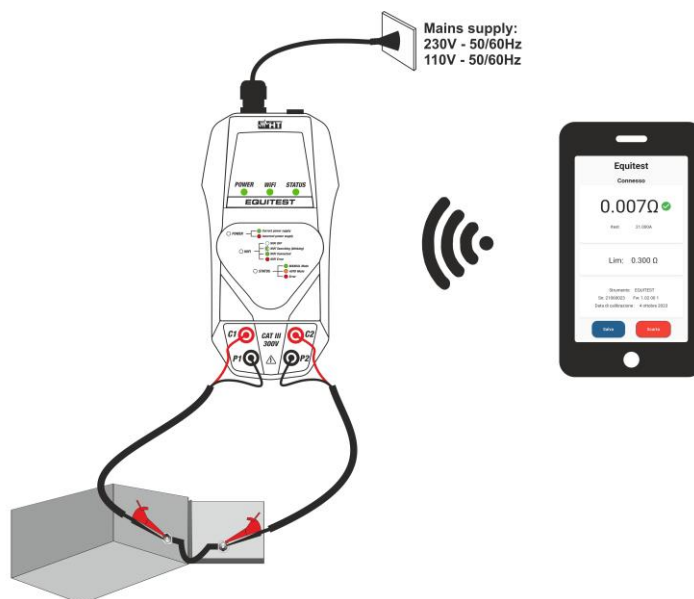

Fig. 4 Uso do instrumento com HT Equitest APP
5. Ligar os dois cabos pretos do conjunto de cabos **C7000** aos conectores de entrada **P1** e **P2** e os dois cabos vermelhos aos conectores de entrada **C1** e **C2** (ver Fig. 4)
- extremidades do objecto de teste (ver Fig. 4)
7. Toque no botão **"Medição"** dentro do APP para ativar o teste no **modo Manual** ou simplesmente movendo os terminais de teste se o **modo Automático** estiver selecionado. O instrumento fornece a corrente de teste > 10A AC e o resultado da medição é mostrado no APP (ver Fig. 4) com a indicação "✓" no caso de um teste aprovado ou "!" no caso de um teste reprovado